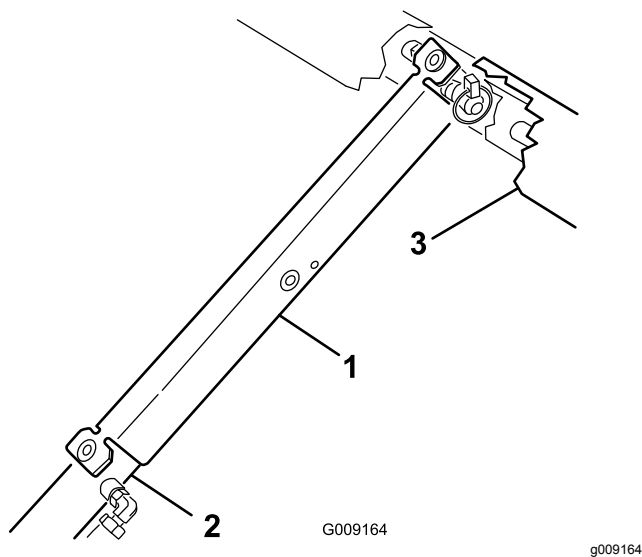

Figura 89
8. Spingete il supporto del pianale sull'asta del cilindro, assicurandovi che le alette alle estremità del supporto poggino sull'estremità della canna del cilindro e sull'estremità dell'asta del cilindro di sollevamento (Figura 89).